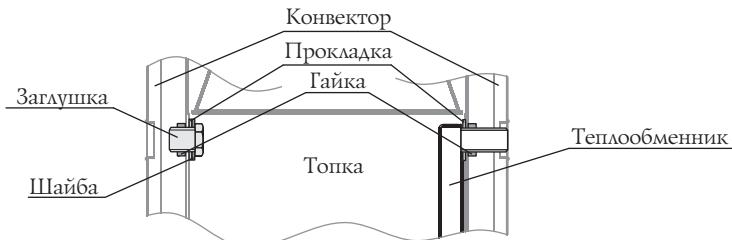

Рисунок 9. Демонтаж теплообменника и заглушек печи «Тунгуска XXL 2013»
- Снять теплообменник (рисунок 9) открутив гайки 2 шт. и вынув его из отверстий, прокладки остаются на штуцерах;